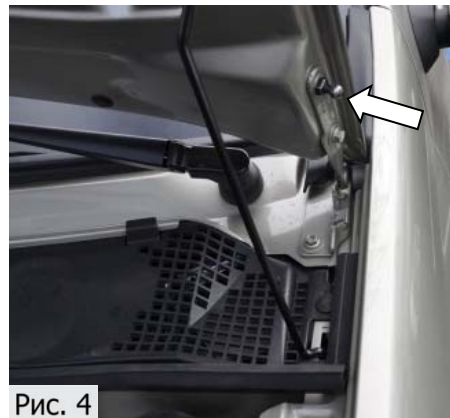

Рис. 4
4. Торцевой головкой №10 выкрутить верхний болт крепления капота. Установить вместо него болт-шарнир S12 с шайбой 6. Затянуть болт-шарнир торцевой головкой №12 с усилием 9 Нм, (Рис.4.)